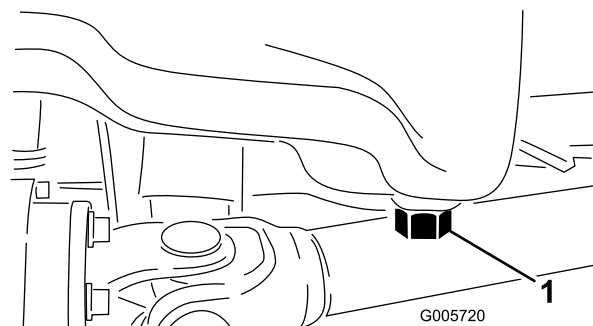

Figura 46
2. Abra o capot. Coloque um recipiente debaixo do depósito e alinhe-o com o tampão de escoamento (Figura 46).